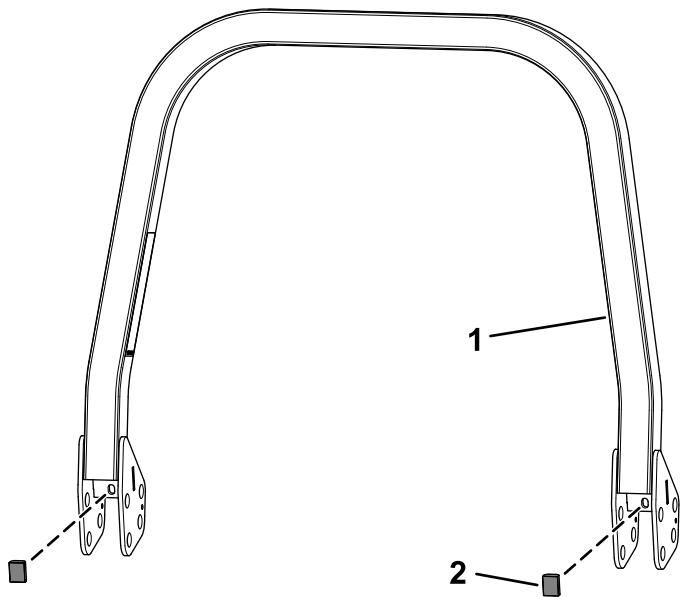

Figure 4
2. Fixez légèrement les parties inférieures de l'arceau de sécurité de chaque côté de la tondeuse à l'aide de 2 boulons à tête hexagonale ($\frac{1}{2}$ '' x $3\frac{1}{4}$ ''), 2 rondelles élastiques et 2 contre-écrous ($\frac{1}{2}$ ') (Figure 4).